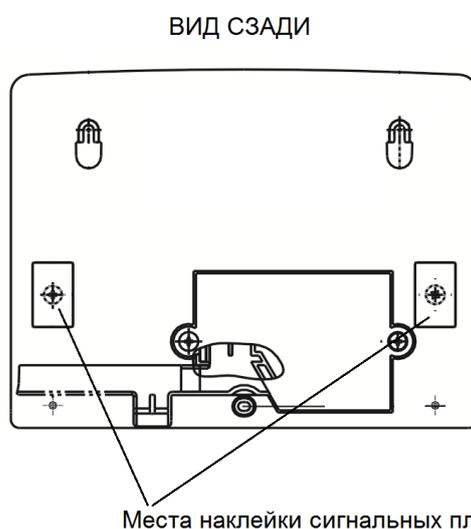

Рисунок 1.8 – Места наклейвания сигнальных пломб
- двух изолированных проводов (фаза, нейтраль) подключаемых к разъему расположенному на задней панели дисплея (рисунок 1.8).